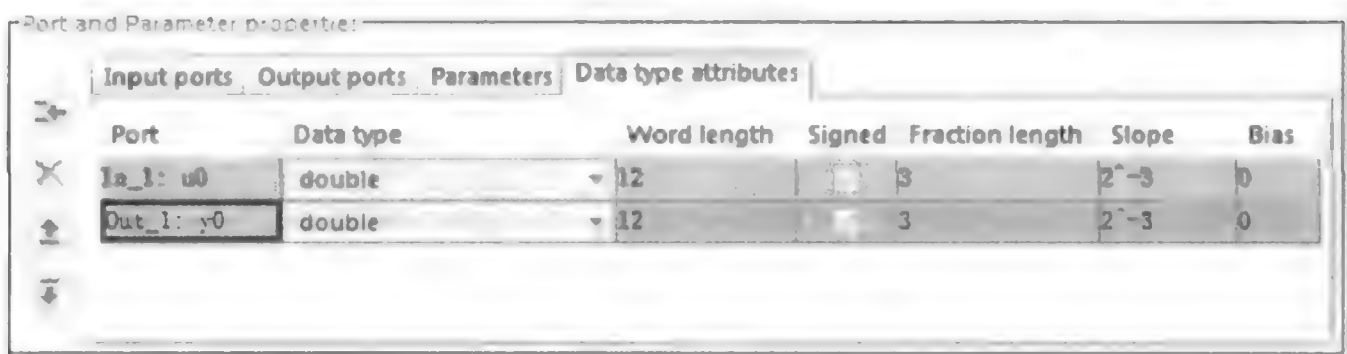

图 4.3.7 数据类型属性界面
- ① Parameter name:参数的名称。
- ② Data type:指定参数的数据类型。
- ③ Complexity:指定参数值是实数或是复数。
(3) 数据类型属性界面(Data Type Attributes)如图 4.3.7 所示。